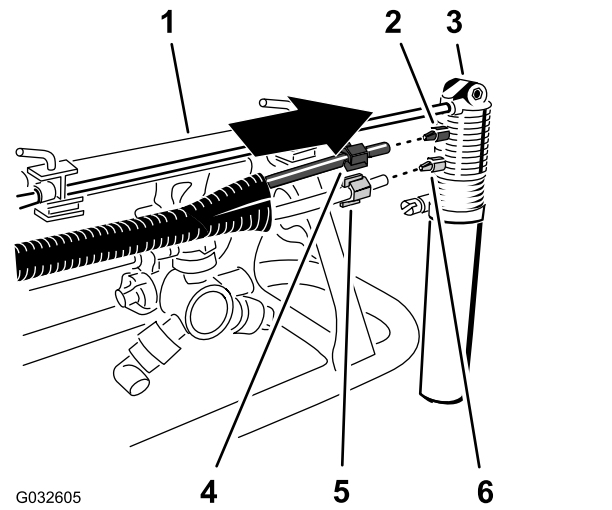

Bild 13
1. Schieben Sie die blaue Druckmutter über die Enden des blauen Schlauchs und die weiße Druckmutter über den durchsichtigen Schlauch (Bild 13).
2. Fluchten Sie das Ende des durchsichtigen Schlauchs mit der weißen Druckmutter und mit dem weißen Anschlussstück der Schaummarkiererdüse aus und ziehen Sie die Druckmutter mit der Hand an (Bild 13).
3. Fluchten Sie das Ende des blauen Schlauchs mit der blauen Druckmutter und mit dem blauen Anschlussstück der Schaummarkiererdüse aus und ziehen Sie die Druckmutter mit der Hand an (Bild 13).